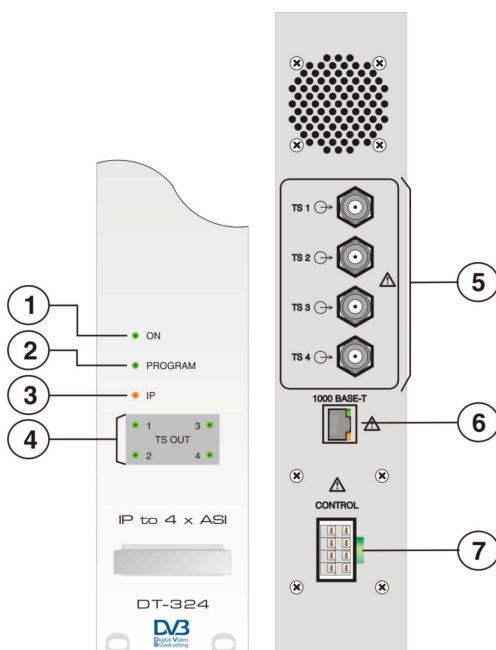

Fig. 1.- DT-324D
2.- Conecte la salida del módulo de control DT-800 a la entrada de alimentación del módulo DT-324D. (Fig.1. -7-).
2.- Connect the output of the control module DT-800 to the power input of the module DT-324D. (Fig. 1. -7-).
3.- Connect the Ethernet cable connector RJ-45 input. (Figure 1. -6 -).
4.- The resultant ASI-TS signal is sent to the output connector. (Figure 1.- 5 -).
2.- Connectez la sortie le module de contrôle DT-800 à l'alimentation du module DT-324D. (Fig. 1. -7 -).
3.- Branchez le câble d'alimentation d'entrée connecteur Ethernet RJ-45. (Figure 1. -6-).
4.- Le signal ASI-TS résultant est envoyé au connecteur de sortie (Figure 1.- 5 -).